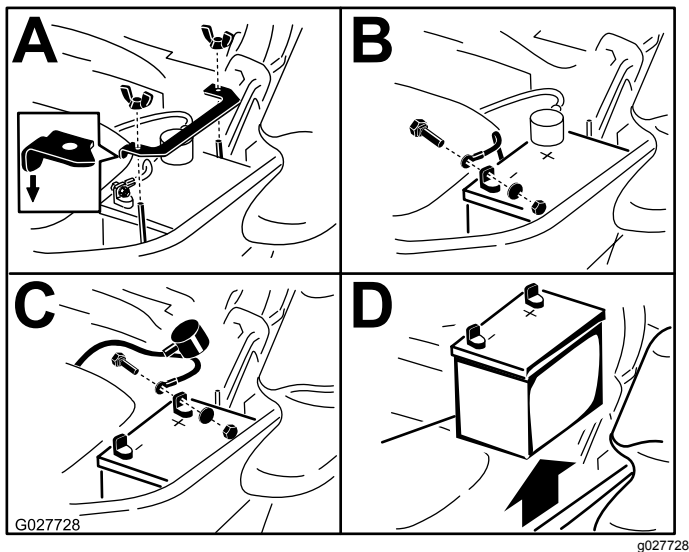

Figure 56
- Débranchez le câble négatif (noir) de la batterie de la borne négative (-) de la batterie (Figure 56).
- Enlevez le capuchon rouge de la borne positive (+) de la batterie et débranchez le câble positif (rouge) (Figure 56).
- Retirez l'écrou à oreilles qui fixe la barrette de maintien de la batterie (Figure 56).
- Déposez la barrette de maintien (Figure 56).
- Retirez la batterie (Figure 56).
- Placez la batterie dans son support en tournant les bornes à l'opposé du réservoir hydraulique (Figure 56).
- Fixez les câbles avec 2 boulons, 2 rondelles et 2 contre-écrous (Figure 56).
- Reposez la barrette de maintien et fixez-la avec l'écrou à oreilles (Figure 56).